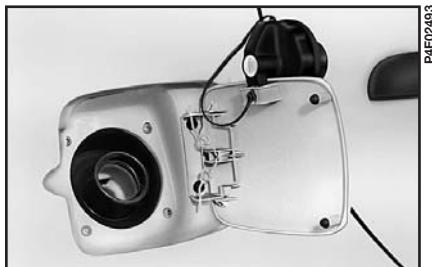

рис. 94
**3)** При заправке автомобиля топливом разместите пробку в гнезде на дверце заливной горловины (**рис. 94**).